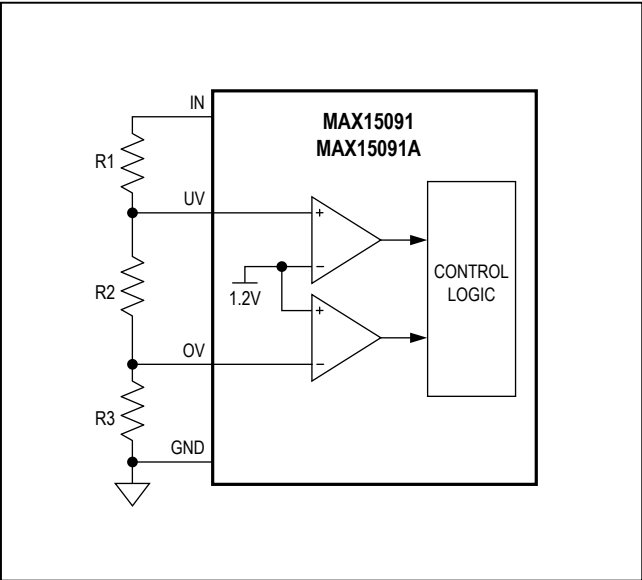

图1. 欠压/过压门限设置
1.2V)时，器件打开输出；V_{UV}下降至(1.2V – V_{UV_HYS})以下或V_{Ov}上升至1.2V以上时，器件关闭输出。通过连接在IN、UV和OV之间的外部电阻分压器，可将欠压/过压锁定门限灵活地设置为V_{UVLO}至18V之间的任意值。请参见图1以及设置欠压门限和设置过压门限部分。
当 $V_{CC} < 2.5\text{V}$ 或 $V_{UV} < V_{UV_TH}$ 时，内部MOSFET保持关闭。欠压锁定门限可通过IN至UV、OV和GND之间的电阻分压器(图1)设置。当 V_{CC} 大于2.7V且 V_{UV} 超过1.2V (典型值)时，内部MOSFET导通，进入常规工作状态。使用以下公式计算电阻值，以设置所需的欠压门限：
过压锁定门限可通过IN至UV、OV和GND之间的电阻分压器(图1)设置。使用以下公式计算电阻值，以设置所需的过压门限：